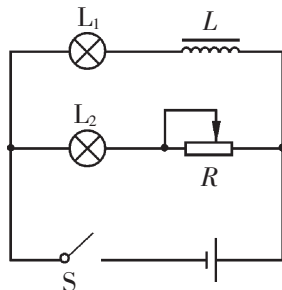

图 1-3
3. 图 1-3 中的灯  $L_1$ 、 $L_2$  分别标有“36 V 40 W”和“36 V 25 W”，闭合开关，调节 R，使灯  $L_1$ 、 $L_2$  都正常发光。断开开关后重做实验。开关闭合后看到的现象是什么？稳定后哪盏灯较亮？再断开开关，又将看到什么现象？